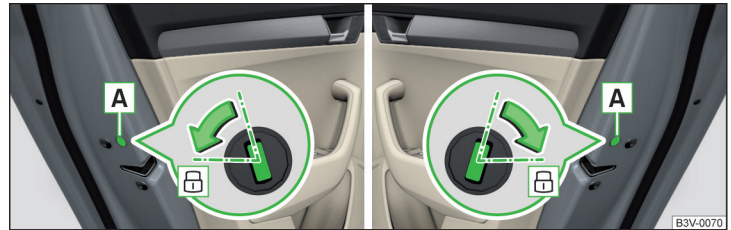

Abb. 350 Notverriegelung: Tür hinten links/rechts
- › Die entsprechende Hintertür öffnen und die Blende [A] entfernen » Abb. 350.